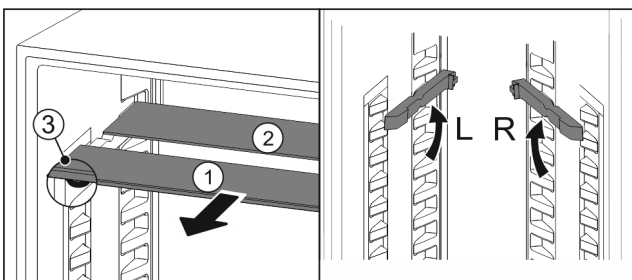

Fig. 102
- ▶ Glasplaten afzonderlijk vanaf de voorkant eruit trekken Fig. 102 (1).
- ▷ Glasplaat Fig. 102 (1) met sierlijst ligt voor.
▷ Stops Fig. 102 (3) zijn naar onder gericht.